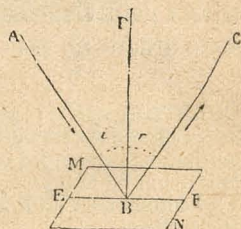

Fig. 117.— $i$ , ángulo de incidencia;  $r$ , ángulo de reflexión.
1. **Definición.**—*La reflexión es el cambio de dirección que experimentan los rayos luminosos al encontrar una superficie pulimentada (fig. 117).*